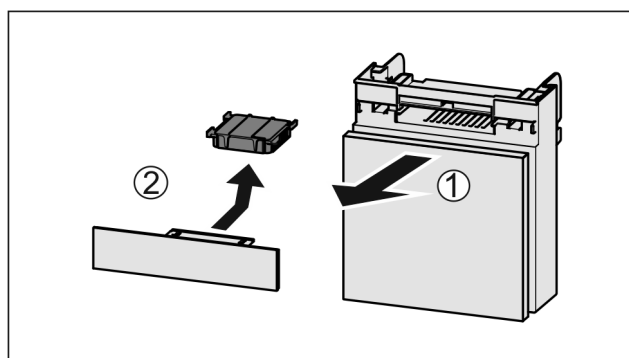

Fig. 159
- ▶ Vedä lokero etukautta pois Fig. 159 (1).
- ▶ Poista aktiivihiilisuodatin Fig. 159 (2).